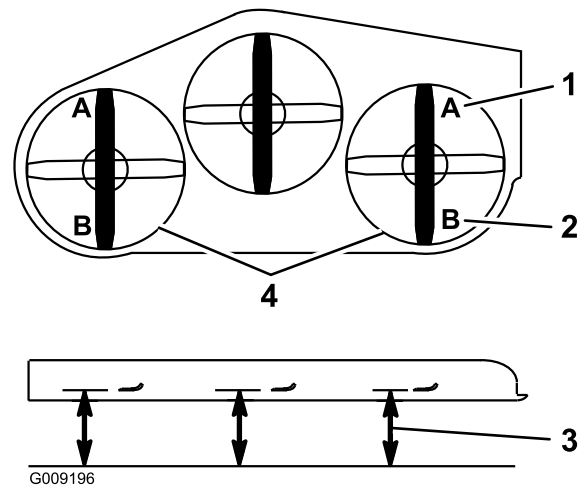

Figura 93
9. En ambos lados de la carcasa, mida desde la superficie nivelada hasta la punta delantera de la cuchilla (Posición A). La distancia debe ser de 7.6 cm (3 pulgadas); consulte Figura 93.
15. En ambos lados de la carcasa, mida desde la superficie nivelada hasta la punta trasera de la cuchilla (Posición B). La distancia debe ser de 8.3 cm (3-1/4 pulgadas); consulte Figura 93.